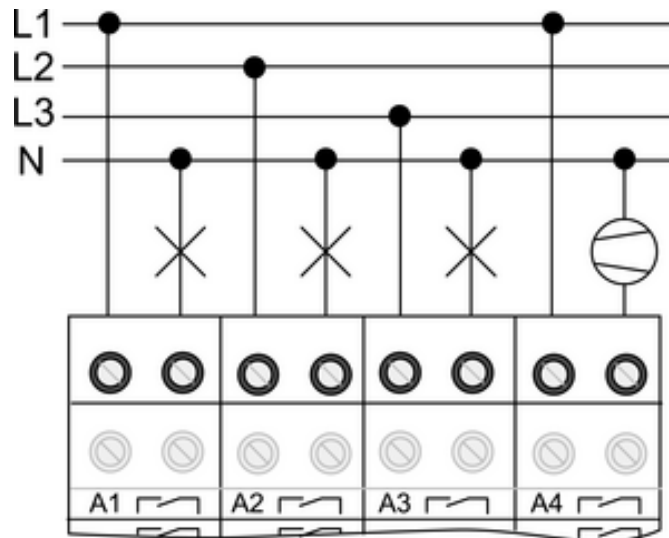

Figure 4
- Raccorder les charges commutées (figure 4).